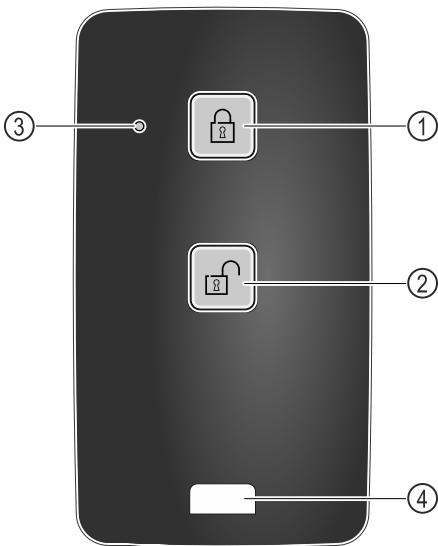

Fig. 210
- ▶ Shtypni butonin Fig. 210 (1) në telekomandë.
- ▶ Shtypni butonin Fig. 210 (2) në telekomandë.
- ▶ Treguesi LED i statusit Fig. 210 (3) jep një reagim vizual kur shtypet një buton.
- ▶ Vrima Fig. 210 (4) për kapjen e telekomandës, për shembull, në një varëse çelësash.